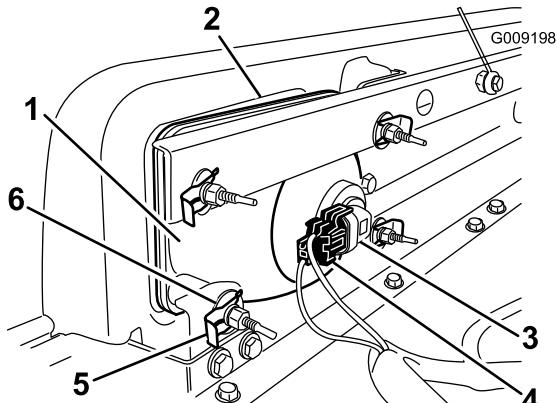

Figura 40
- Desligue o conector eléctrico para a cablagem do conector do conjunto da lâmpada (Figura 40).
- Retire os clips rápidos e as anilhas que fixam o farol a respectivo suporte (Figura 40).
- Retire o conjunto do farol movendo-o para a frente através da abertura no pára-choques dianteiro (Figura 40).
- Instale o novo farol através da abertura no pára-choques (Figura 40). Garanta que os pólos de ajuste estão alinhados com os furos no suporte de montagem atrás do pára-choques.
- Ligue o conector eléctrico para a cablagem ao conector do conjunto da lâmpada (Figura 40).